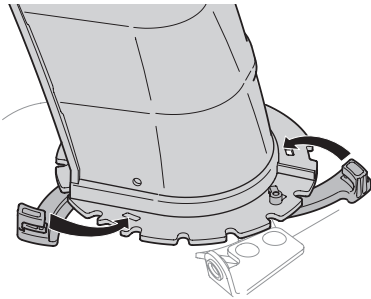

Figura 2-14
- 2. Cierre los fijadores de brida para sujetar el conjunto del canal a la base del canal. Los fijadores de brida emiten un chasquido cuando están bien asegurados. Consulte Figura 2-14.